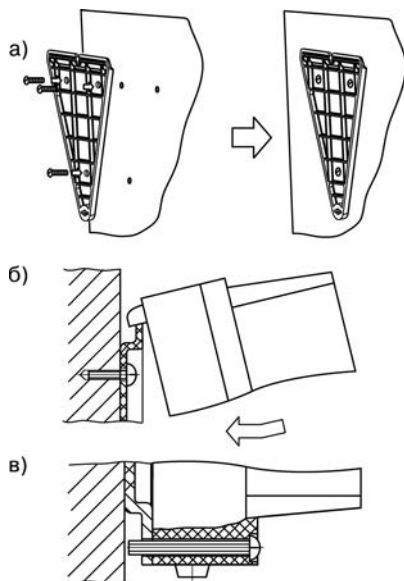

Рис. 7.1 – Установка прибора настенного крепления
1) Закрепите кронштейн тремя винтами М4 на поверхности, предназначенной для установки прибора (см. Приложение А и рисунок 7.1, а).
2) Зацепите крепежный уголок на задней стенке прибора за верхнюю кромку кронштейна (рисунок 7.1, б).
3) Прикрепите прибор к кронштейну винтом М4 × 35 из комплекта поставки (рисунок 7.1, в).